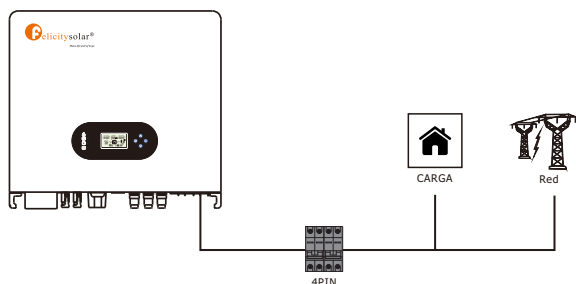

Figura 4.3-2 Conexión del disyuntor de CA
1. En el lado de CA, el disyuntor individual debe conectarse entre el inversor y la red, pero antes de las cargas. Véase la figura 4.3-2.